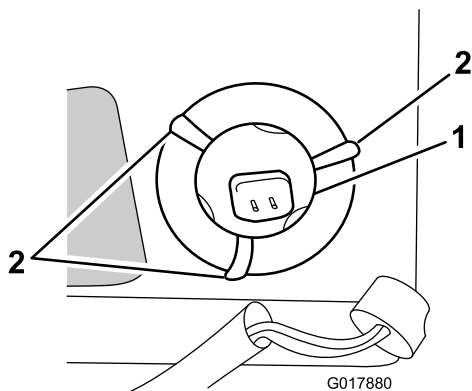

Bild 31
7. Biegen Sie die Drahtlaschen im Metallmantel (mit denen die Birne befestigt ist) nach außen, siehe Bild 31.